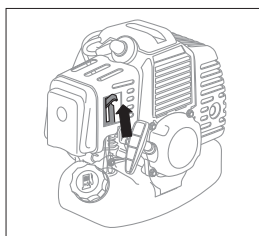

fig. 9
4. Den Luftklügelhebel in die obere Position bringen - |/"Geschlossen" (Abb. 9).
7. Den Chokehebel (Abb. 9) zur mittleren Position bringen.